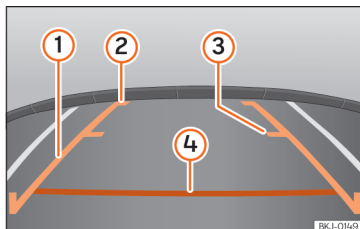

Abb. 169 Anzeige auf dem Bildschirm des Infotainment-Systems: Orientierungslinien.
- Die Beladung des Fahrzeugs verändert die Darstellung der Orientierungslinien »» Abb. 169. Die von ihnen dargestellte Breite verringert sich bei zunehmender Beladung. Achten Sie auf die Umgebung des Fahrzeugs, wenn der Innenraum oder der Gepäckraum beladen sind.
» **Abb. 169**